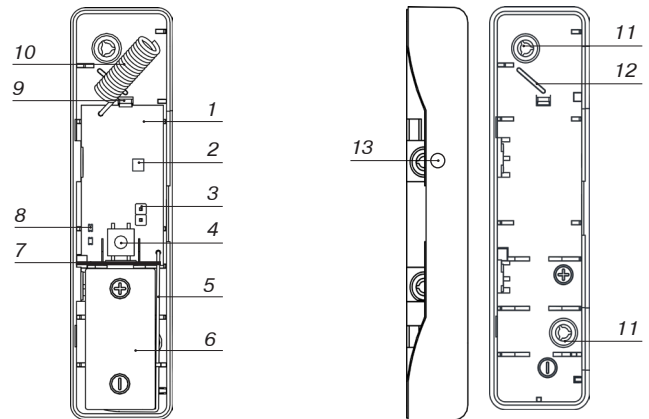

Рисунок 1 – «Комфорт-РК»
Для извлечения печатной платы следует отжать защелку (9) (рис. 1а) в основании корпуса.
ВНИМАНИЕ! Антенна должна быть установлена на держатель (12) (рис. 1б).